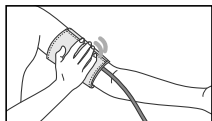

Рис.9
3. Закопчайте маншона така, че той да обтяга плътно ръката ви, но да не ви стиска (рис.9). Прекалено затегнато, или напротив — прекалено свободното положение на маншона може да доведе до неточни показания.